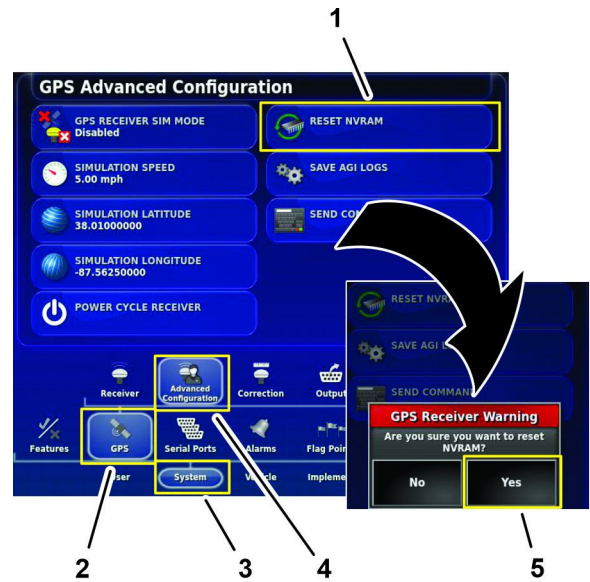

Figura 127
1. En la pantalla Configuración, pulse el icono SISTEMA, el icono GPS y el icono CONFIGURACIÓN AVANZADA (Figura 127).
2. En la pantalla Configuración avanzada del GPS, pulse el icono REINICIAR NVRAM (Figura 127).
3. En el cuadro de diálogo Advertencia recepción GPS, pulse el icono Sí (Figura 127).